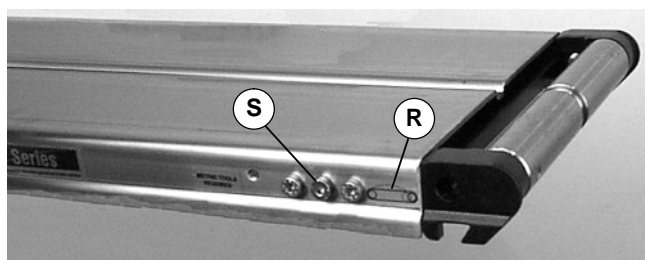
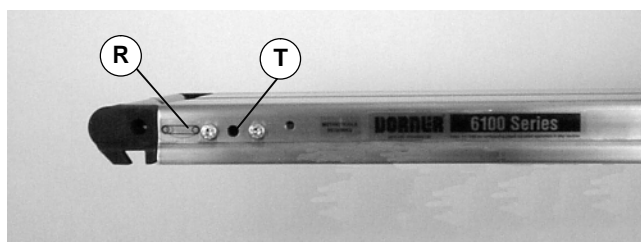
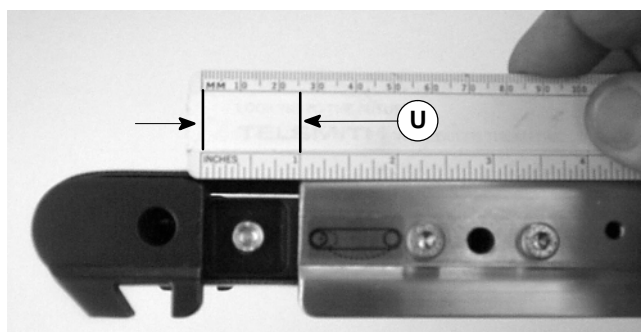

Abbildung 5
Abbildung 6
Abbildung 9
2. Am Spannde des Förderers, das mit einem Etikett (R siehe Abbildung 5 u. 6) identifiziert ist, Schraube lösen (S siehe Abbildung 5). Ritzel (T siehe Abbildung 6) im Uhrzeigersinn drehen, bis Deckplattenschulter den Bandrahmen berührt.
6. Ritzel (T siehe Abbildung 6) entgegen dem Uhrzeigersinn bis auf einen Abstand von 25 mm (U siehe Abbildung 9) drehen.
7. Die Klemmschraube mit (S siehe Abbildung 5) 4,5 Nm festziehen.